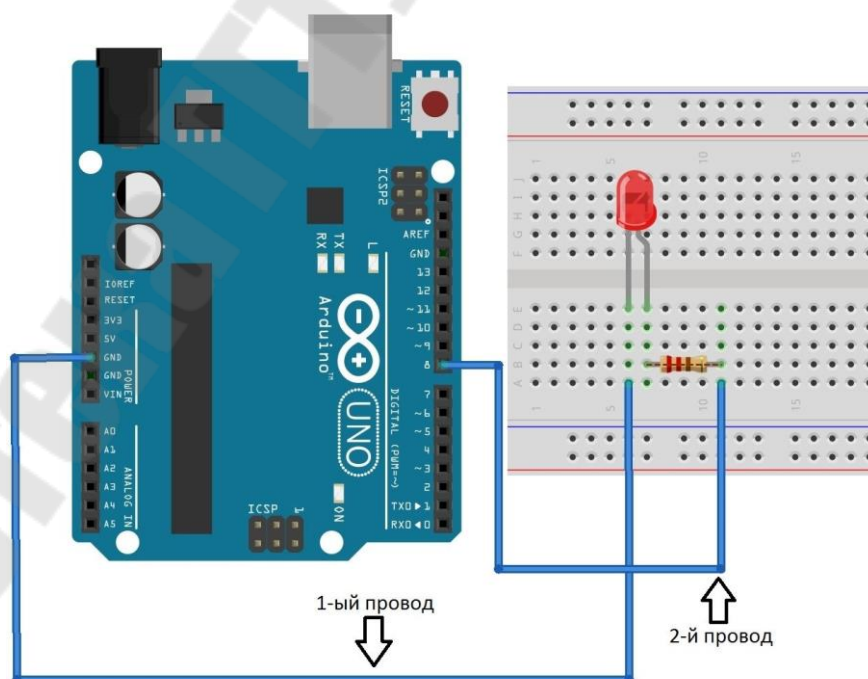

Рисунок 1 – Схема подключения светодиода к плате
2.1.1 Собрать схему подключения светодиода на Arduino (рисунок 1)